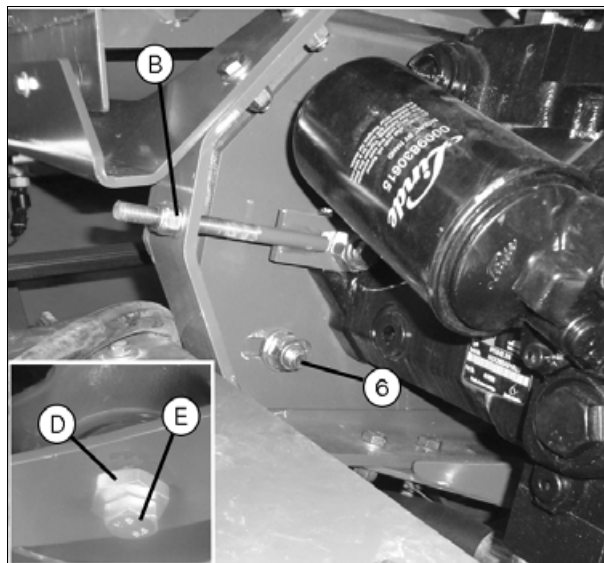

Рис. 21.
5. Ослабьте болты кронштейна насоса и ослабьте натяжитель (В), см. (рис. 21).
7. Ремень натягивается путем совместной регулировки пружины на натяжителе ремня (А) и кронштейна насоса на натяжителе (В) (рис. 21), пока расстояние (Х) не станет равным 90 мм при зазоре (У) равном 220 мм. В заключение затяните болты (6) (рис. 21) в кронштейне и контргайку у пружины.